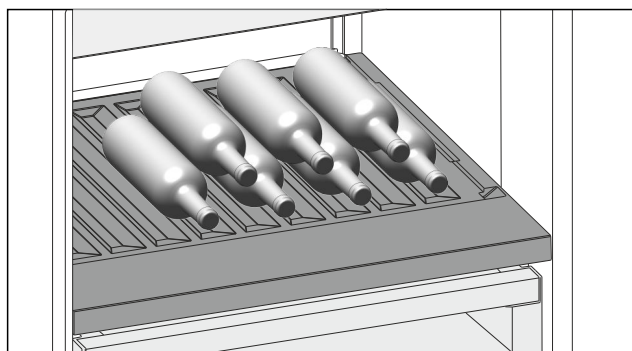

Fig. 184 例图
- ▶ 将瓶底向后对着后壁放入瓶子。(参见 Fig. 184)